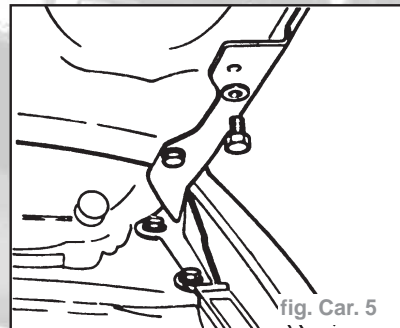

fig. Car. 5
- le capot des deux charnières - 4 vis (fig. Car. 5).